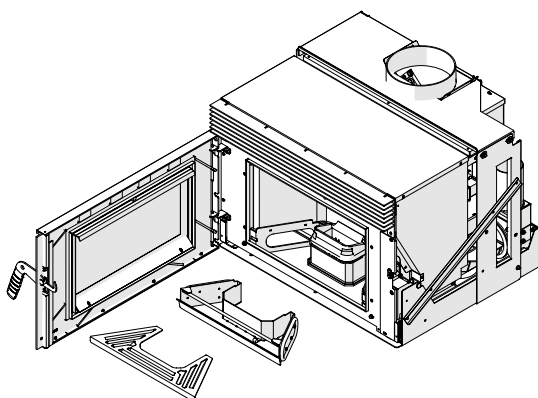

Abb. 7.141
- B) Entfernen Sie den Gitter und die Schublade (Abb. 7.141)